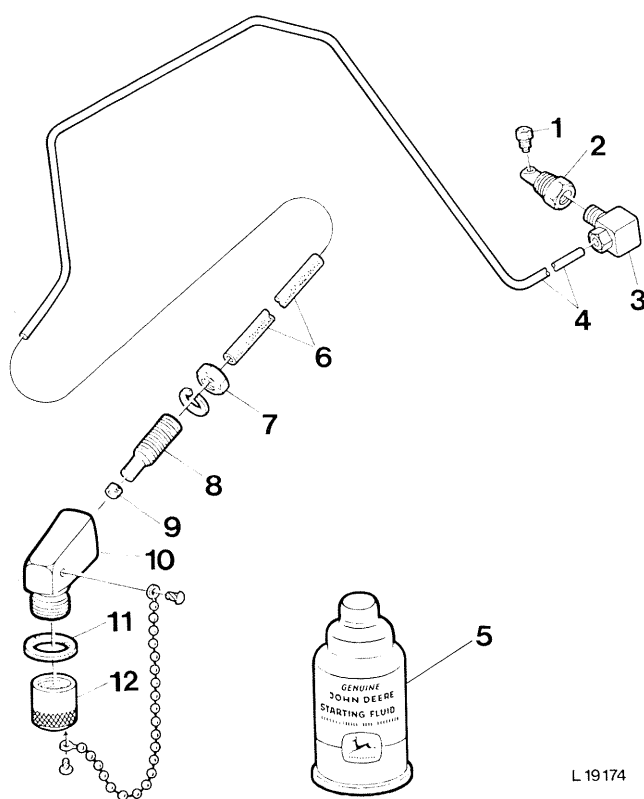

Fig. 1 — Vue éclatée du dispositif d'aide au démarrage par injection d'éther
**IMPORTANT:** A chaque dépose d'un injecteur de la culasse, remplacer le joint synthétique 2 (fig. 1) par un joint neuf, sinon il est possible que la calamine se dépose dans les orifices de la culasse, ce qui rendrait difficile l'extraction de l'injecteur.
Retirer le bouchon du logement d'injecteur de la culasse et introduire l'injecteur en lui imprimant un mouvement tournant à droite et à gauche. Engager l'extrémité recourbée du collier de fixation 15 (fig. 1) sur le raccordement de l'injecteur. Placer l'entretoise 26 (fig. 2) sur la culasse. Placer la rondelle et les trois plaquettes élastiques sur la vis 25 et visser la vis dans la culasse, comme le montre la figure 2, mais serrer à la main seulement. Raccorder la conduite d'alimentation et serrer l'écrou-raccord en tenant compte de la purge; serrer la vis 25 à 30 Nm (23 ft-lb).
Lorsque tous les injecteurs sont remontés, mettre les écrous 21 (fig. 1) avec les joints 22 sur les corps d'injecteurs; visser et serrer le raccord 20 dans l'écrou et serrer. Faire glisser toutes les conduites sur les raccords (voir fig. 2).
Ce dispositif permet de faire pénétrer pendant la mise en marche du moteur un liquide volatil contenu dans la cartouche 5 (fig. 1) dans le collecteur d'admission du moteur et dans la chambre de compression des cylindres.
Déposer toutes les pièces du dispositif en s'aidant de la figure 1.